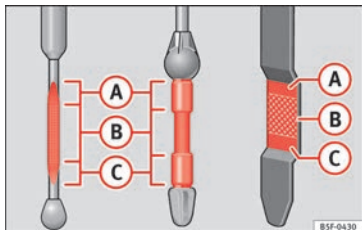

Fig. 207 Varillas de medición del nivel de aceite.
La varilla indicadora del nivel de aceite indica el nivel de aceite de motor. » **fig. 207.**
① CUIDADO
- El nivel de aceite no debe sobrepasar nunca la zona (A) » **fig. 207.** ¡Peligro de dañar el sistema de escape!